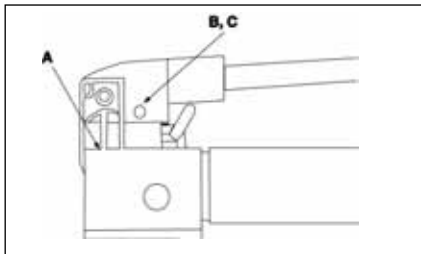

Figura 10
Para prolongar a vida e melhorar o desempenho da bomba, lubrifique os pinos (A) e (B) e a cabeça do pistão (C) regularmente, usando graxa apropriada para rolamentos. Consulte Figura 10.